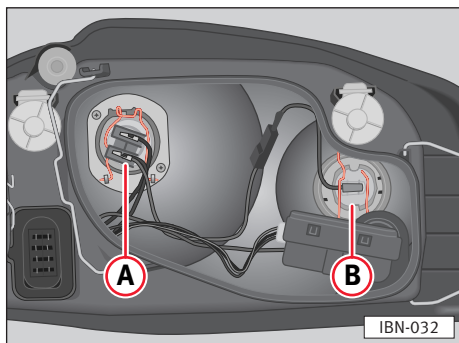

Abb.152
- Den Stecker vom Lampenkabel abziehen ⇒ **Abb.152** (B).
- Kunststoffabdeckung aufsetzen und die Halter (2) anbringen.